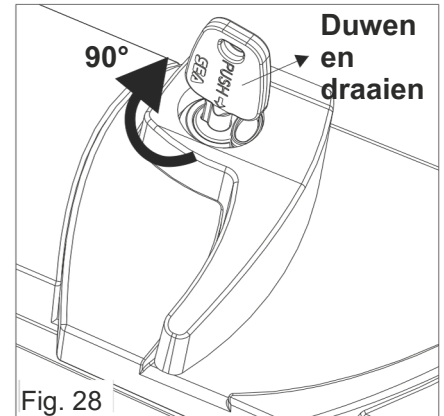

Fig. 28
2. Steek de ontgrendelings sleutel in, **duw deze** in en draai ongeveer 90° rechtsom (Fig. 28)